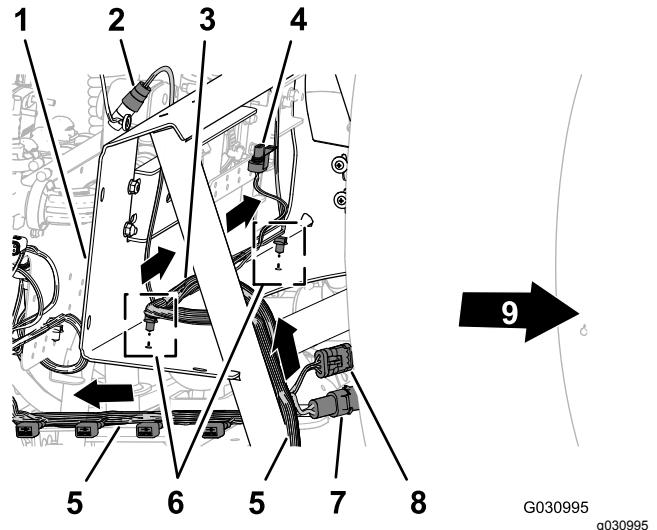

図 98
2. フローメータと攪拌バルブ用のワイヤハーネスの 81cm の枝線を、マニホールドマウントの正面を横断するように配設する 図 98。
3. ワイヤハーネスの 81cm の枝線の押し込み型ファスナを、マニホールドマウントの下側フランジに差し込む 図 98。
1. 図 98 に示すように、ワイヤハーネスの 203cm の枝線を、バルブマウントのサポートストラットよりも車体内側を通し、車体後方のバルブマウント 10 バルブ用まで導く。